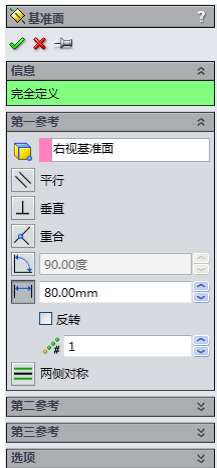

图 4-76 “基准面”属性管理器
**21** 添加基准面。在左侧的“FeatureManager 设计树”中用光标选择“右视基准面”, 然后在菜单栏中选择“插入”→“参考几何体”→“基准面”命令, 此时系统弹出如图 4-76
“基准面”属性管理器。在“等距距离”一栏中输入 80mm，并调整设置基准面的方向。单击属性管理器中的“确定”图标按钮，添加一个新的基准面，结果如图 4-76 所示。